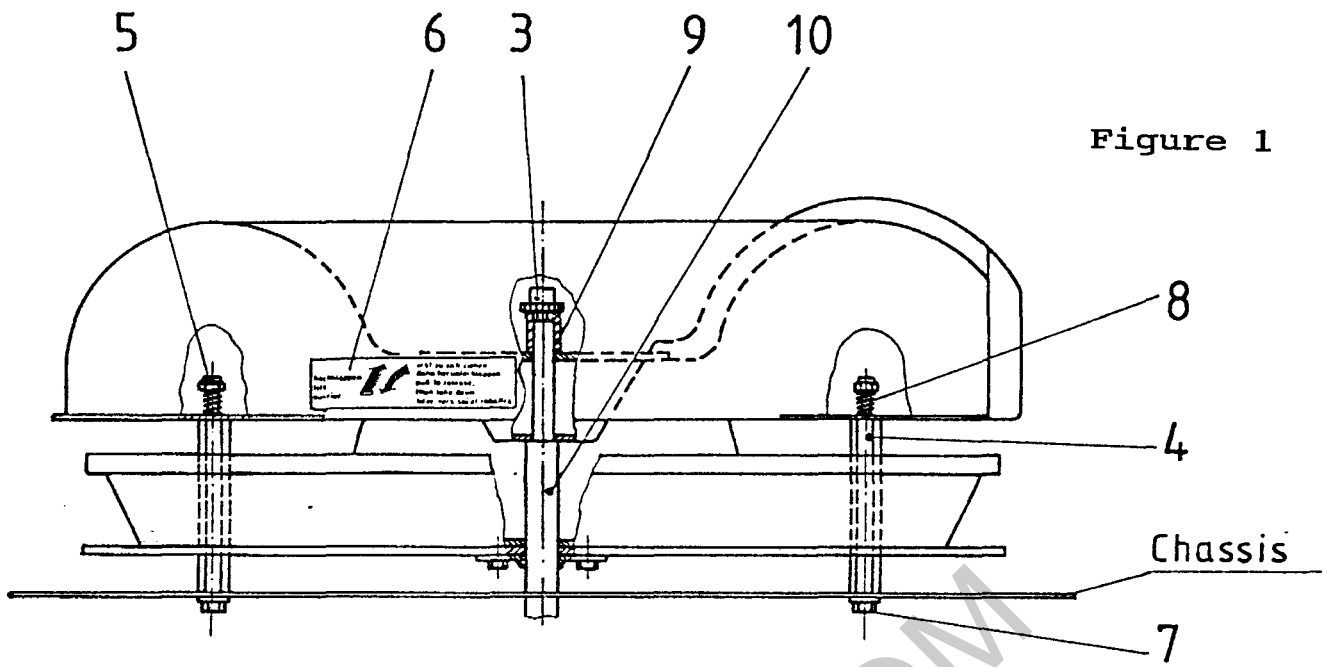
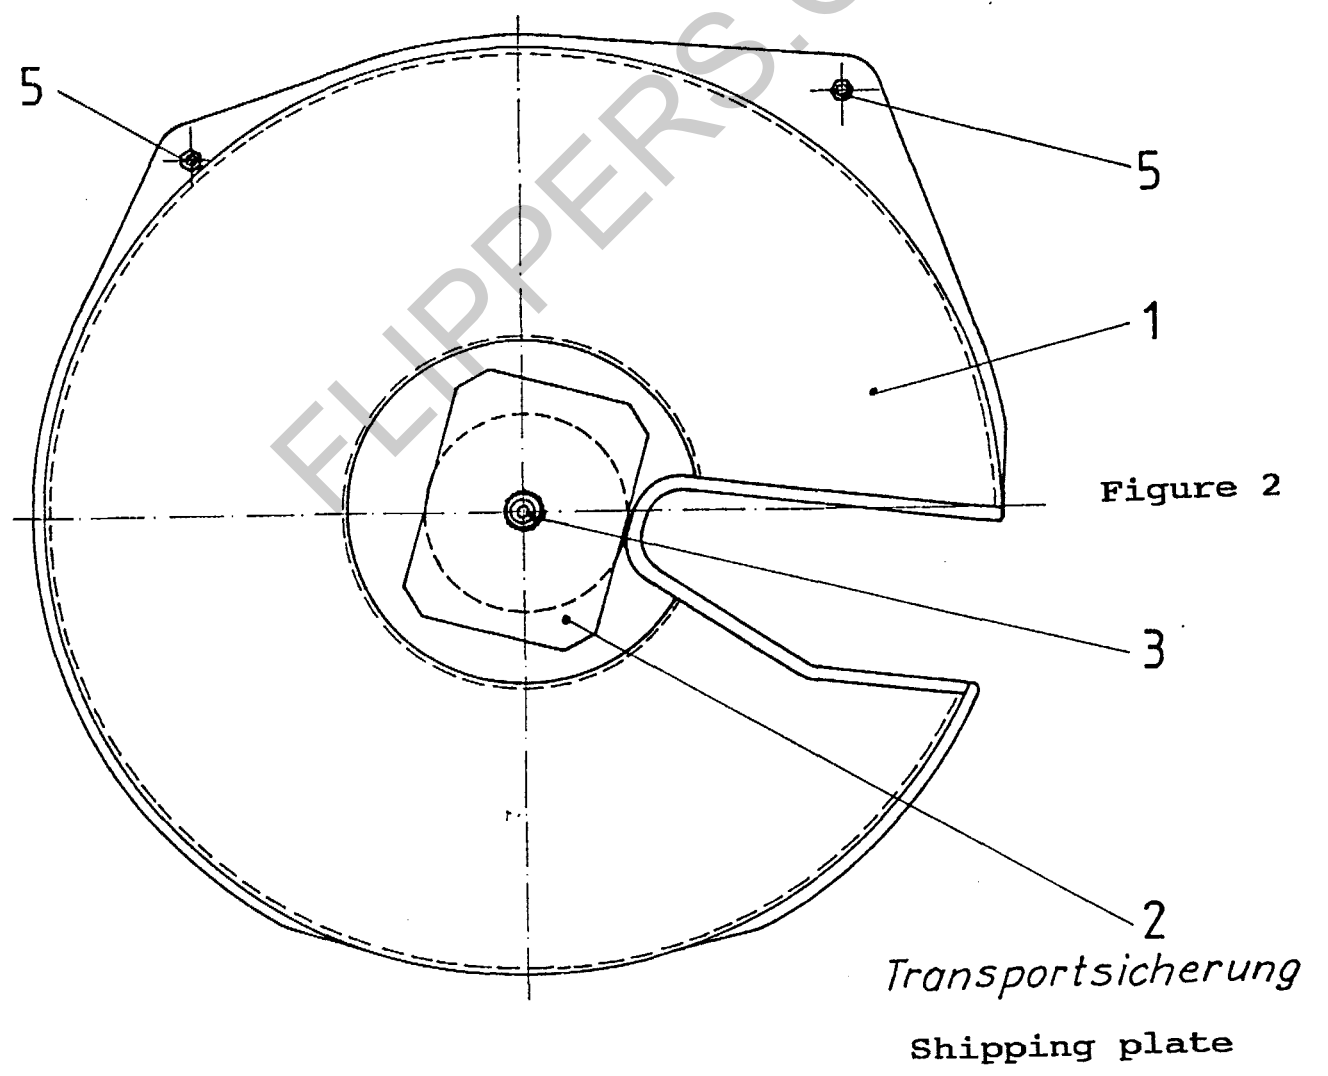

Figure 1
Figure 2
1. Jeweils ein Distanzstück (Fig. 1, Pos. 4) an den Pos. 5, Fig. 2 mit zwei Combimuttern am Chassis anschrauben.
4. Kurzen Zentrierflansch durch Lösen der Schrauben (Fig. 3, Pos. 2) gegen langen Zentrierflansch (Fig. 1, Pos. 10) austauschen. Der neue Zentrierflansch ist unterhalb der Korbplatte zu montieren.
6. Druckfedern (Fig. 1, Pos. 8) auf die Distanzstücke (Fig. 1, Pos. 4) jeweils links und rechts aufsetzen.
7. Transparente Abdeckung aufsetzen, auf der linken und rechten Seite mit jeweils einer Sechskantmutter M4 (Fig. 1/2, Pos. 5) befestigen.
Vor dem Transport des Musikautomaten die Abdeckhaube mit der Transportsicherung (Fig. 2, Pos. 2), der Distanzhülse (Fig. 1, Pos. 9) und der Rändelmutter M4 (Fig. 2, Pos. 3) sichern.
Vor Inbetriebnahme die Transportsicherung (Fig. 2, Pos. 2) und die Distanzhülse (Fig. 1, Pos. 9) entfernen und die Rändelmutter (Fig. 1, Pos. 3) handfest aufdrehen.
1. Mount a spacer (Fig. 1, Pos. 4) at Pos. 5, Fig. 2 with two combi nuts underneath the chassis.
4. Exchange the short centring shaft by loosening the screws (Fig. 3, Pos. 2) against the long centring shaft (Fig. 1, Pos. 10). The long centring shaft has now to be mounted from underneath the metal base carrier plate.
6. Put coil springs (Fig. 1, Pos. 8) on the spacers (Fig. 1, Pos. 4) on the left and right side.
7. Mount transparent dust cover and fasten it on the left and right side with hexagonal nuts M4 (Fig. 1/2, Pos. 5).
Before shipment of the jukebox the dust cover has to be secured with the shipping plate (Fig. 2, Pos. 2), the distance sleeve (Fig. 1, Pos. 9) and the milled nut M4 (Fig. 2, Pos. 3).
Before taking into operation the shipping plate (Fig. 2, Pos. 2) and the distance sleeve (Fig. 1, Pos. 9) have to be removed and only the milled nut (Fig. 1, Pos. 3) should be slightly tightened at the centre shaft.
1. Visser au châssis à chaque fois une entretoise (Fig. 1, Pos. 4) aux Pos. 5, Fig. 2 avec deux écrous.
4. Echanger la bride de centrage courte (Fig. 3, Pos. 2) contre une bride de centrage longue (Fig. 1, Pos. 10). Installer la bride de centrage longue en dessous de la plaque de la corbeille.
6. Mettre le ressort de pression (Fig. 1, Pos. 8) sur les entretoises (Fig. 1, Pos. 4) du côté gauche et droit.
7. Poser la cloche sur la corbeille, la visser du côté gauche et droit avec des écrous hexagonaux M4 (Fig. 1/2, Pos. 5).
En cas de transport, consolider la cloche avec la plaque de sécurité (Fig. 2, Pos. 2), l'entretoise (Fig. 1, Pos. 9) et l'écrou moleté M4 (Fig. 2, Pos. 3).
Avant la mise en service du juke box, enlever la plaque de sécurité (Fig. 2, Pos. 2) et l'entretoise (Fig. 1, Pos. 9) et desserrer un peu l'écrou moleté (Fig. 1, Pos. 3).